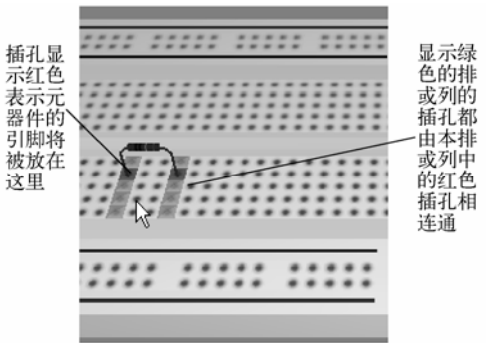

图 10-7 放置器件时面包板有颜色指示
- 3) 当元器件的引脚即将被插到面包板上的接插孔时, 此时面包板上相对应的接插孔会变成红色。这一功能给元器件的引脚定位带来极大方便。而且与红色接插孔相连通的其他接插孔就会变成绿色, 如图 10-7 所示。